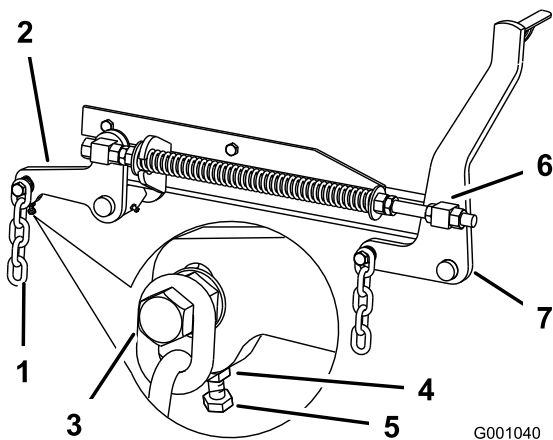

Bild 72
7. Wenn die Werte an den Stellen **B** oder **C** falsch sind, lösen Sie die Schraube, mit der die hintere Kette am hinteren Stützarm befestigt ist (Bild 72).
8. Lösen Sie die Klemmmutter unter dem hinteren Stützarm und stellen Sie die Einstellschraube so ein, dass Sie einen Wert von 79 bis 83 mm erhalten (Bild 72).
7. Lösen Sie die Klemmmuttern der vorderen Drehzapfen, vorne am rechten und linken Drehzapfen, um ungefähr 13 mm (Bild 72).
8. Stellen Sie die Hubmutter auf der linken und rechten Seite der Maschine ein, um einen Wert zu erzielen, der vorne an Stelle **A** um 6 bis 10 mm niedriger ist als hinten an Stelle **B** (Bild 72).